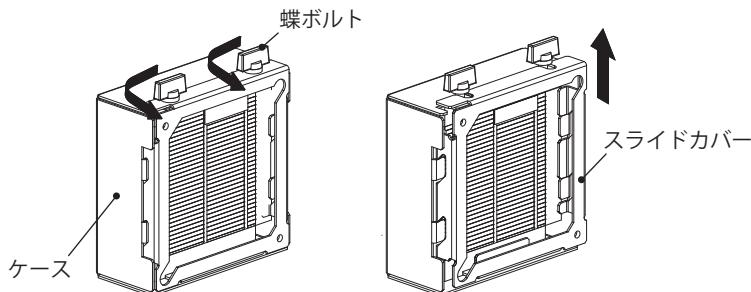

図 21
- 蝶ボルトを緩め(5~7回転程度)、スライドカバーを上にスライドしてケースから取り外してください。(図 21)